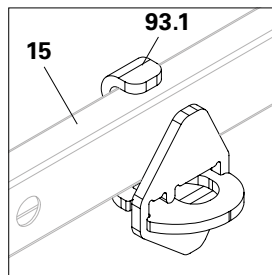

Abb. A11.06a
1. Einhängung (**93.1**) der Riegelaufnahme UHA (**93**) auf Horizontalriegel (**15**) auflegen und mit einer Hand halten. (Abb. A11.06a)